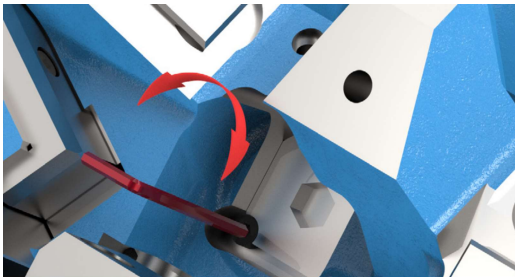
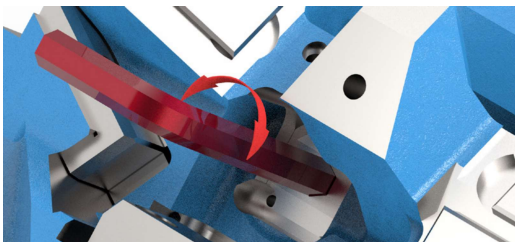
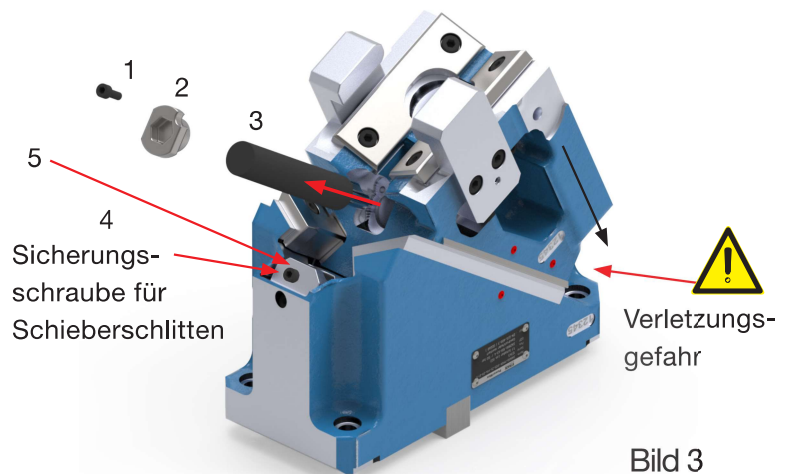

Bild 1
Bild 2
Bild 3
Lösen Sie die Sicherungsschraube (Bild 1). Anschließend demontieren Sie den Bajonettverschluss durch Verdrehen des Stopfens um 90° (Bild 2). Entfernen Sie die Gasdruckfeder (Bild 3).
5. Gehen Sie wie in Bild 3 beschrieben vor. Um Druck abzulassen drehen Sie das Tellerventil SN2992 im Uhrzeigersinn, ein oder zwei Umdrehungen, bis das Gas beginnt zu entweichen.